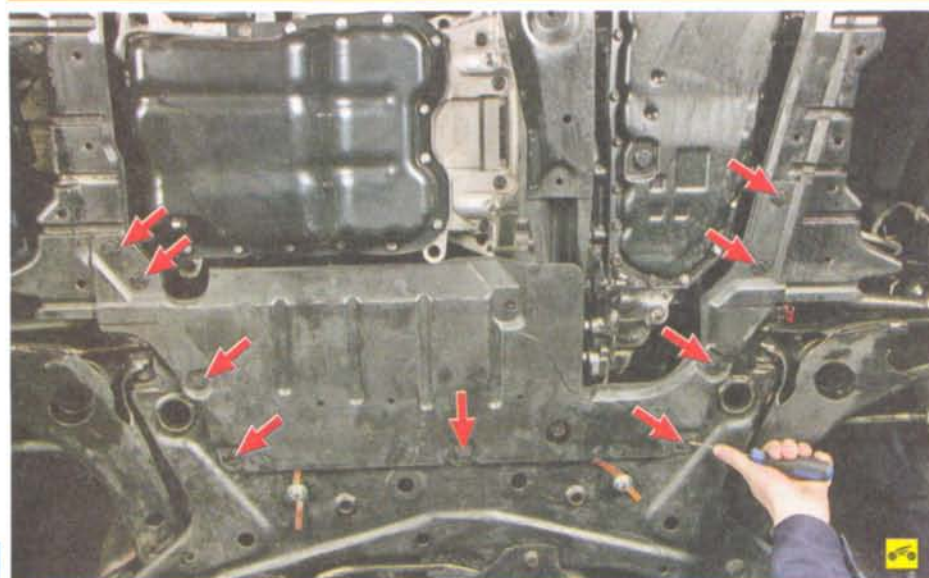

Рис. 5.1. Расположение пластмассовых держателей заднего брызговика
3. Извлеките фиксаторы девяти пластмассовых держателей (рис. 5.1)...